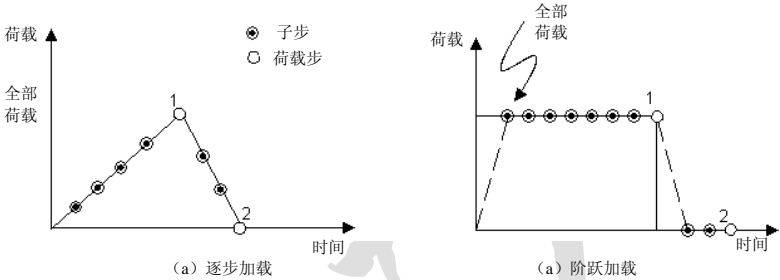

图5.6 逐步加载与阶跃加载
- 如果是逐步加载，在每个荷载子步中荷载将逐渐增加，且全部荷载出现在荷载步结束时，如图 5.6（a）所示。
- 如果是阶跃加载，全部荷载施加于第一个荷载子步，且在荷载步的其余部分，荷载保持不变，如图 5.6（b）所示。